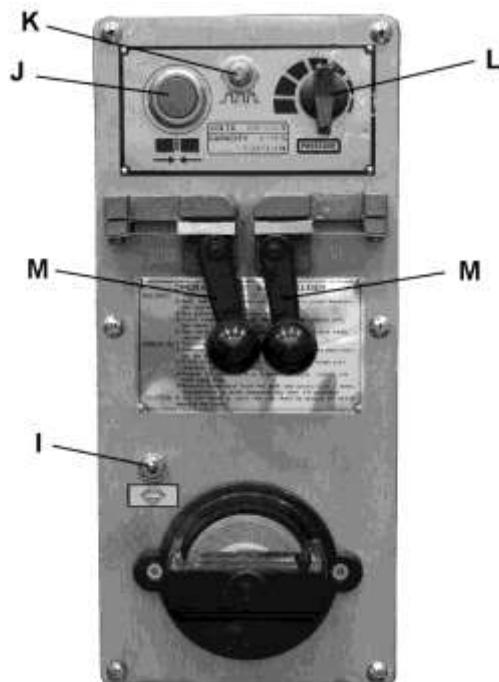

Рис. 3.
Кнопка включения устройства для сварки (J, Рис. 3) – находится на панели управления устройства для сварки. Для начала сварки нажмите и удерживайте кнопку. Когда сварка закончена, устройство отключается
Кнопка включения отжига (К, Рис. 3) – находится на панели управления устройства для сварки. Нажмите и удерживайте кнопку, чтобы отжечь полотно, по завершении отпустите кнопку.
Ручка регулировки давления зажимов ленточного полотна (L, Рис. 3) – находится на панели управления устройства для сварки. С ее помощью устанавливается давление прижима для полотен различной ширины. Поворачивайте ручку против часовой стрелки, чтобы свести прижимы ближе друг к другу, по часовой стрелке – чтобы развести.
**Прижимы пильного полотна** (M, Рис. 3) – расположены на панели управления устройства для сварки. Когда ручки прижимов опущены, в прижимы можно завести полотно. Для фиксации полотна поднимите ручки.